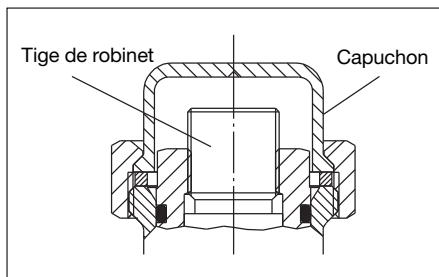

Fig. 7.1: Mécanisme de réglage
7.2. Réglage des mécanismes (fig. 7.1)